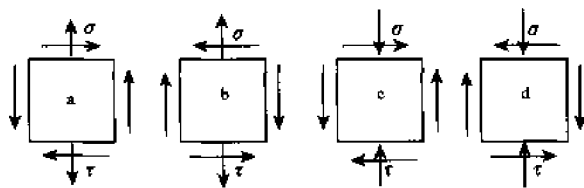

图 7-36
8. 铸铁构件的危险点的应力状态如图 7-36 所示四种情况,则:_____。